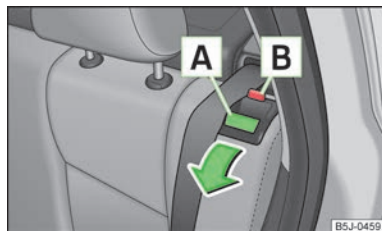

Fig. 41
- Presionando el botón de seguridad [A] » fig. 41 desbloquear el respaldo e inclinar hacia delante.